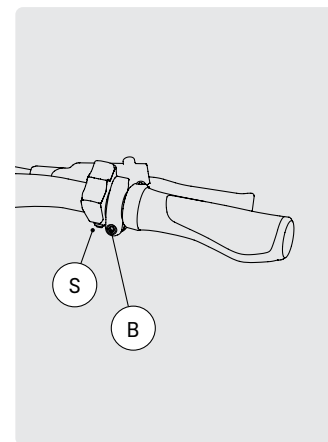

FIG. 26
- 1 Desserrez les vis à six pans creux S et B des leviers de vitesse et de frein (Fig. 26).